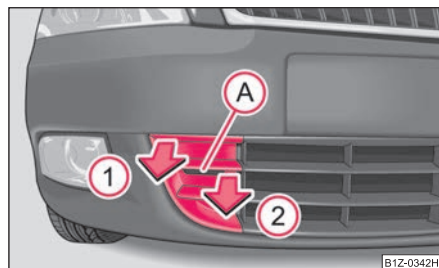

Fig. 231 Paragolpes delantero: rejilla protectora
- Poner los dedos en el orificio A ⇒ fig. 231.